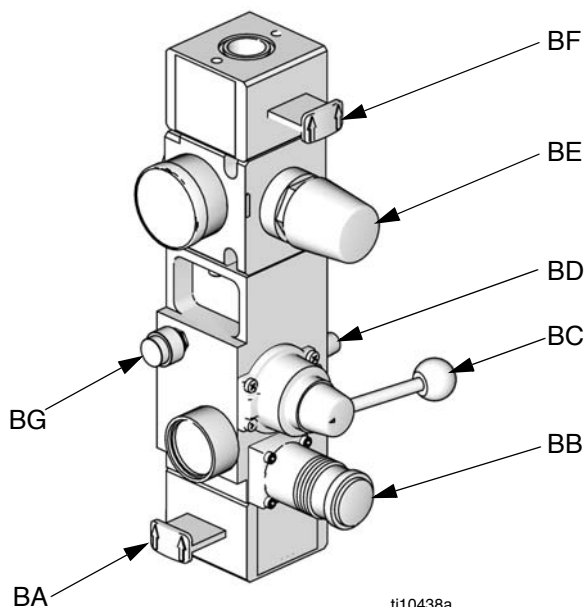

Рис. 4: Встроенные пневматические элементы управления
| J | Встроенные пневматические элементы управления (см. Рис. 4) | AE | Распределительная коробка |
- Датчик опустошения барабана (F). Оповещает об опустошении барабана.
- Модуль дисплея (G). Расположен только на плунжере А. Отображает экраны состояния рабочего режима, экраны установки и кнопки управления.
- Модуля регулирования жидкости (K). См. стр. 12.
- Встроенные пневматические элементы управления (J). См. Рис. 4.
- Соленоид пневмодвигателя (P). Соленоид включен, когда выбранный плунжер включен и находится в рабочем режиме, режиме рециркуляции или заливки. Соленоид выключен, когда система выключена или находится в режиме сброса давления или когда плунжер находится в неактивном режиме готовности. Индикатор соленоида загорится при включении соленоида.